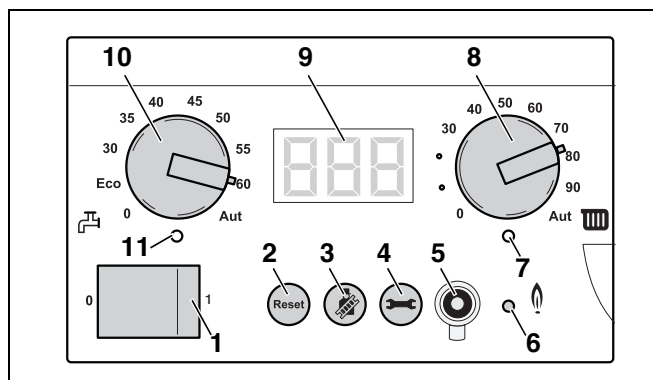

Рис. 55 Главный регулятор BC10
Пусковым выключателем (рис. 55, поз. 1) можно включать и выключать отопительный котел.
В случае неисправности может потребоваться повторный пуск отопительного котла с помощью кнопки "Сброс" (рис. 55, поз. 2).
С помощью кнопки "Трубочист" (рис. 55, поз. 3) можно установить на котле режим теста дымовых газов, сервисный и ручной режим.
В режиме "Трубочист", сервисном и ручном режиме действует максимальная температура воды в системе отопления, которая соответствует установке ручки управления "Максимальная температура воды в системе отопления" (рис. 55, поз. 8) на главном регуляторе BC10.
- Ограничьте максимальную температуру котловой воды с помощью ручки управления "максимальная температура котловой воды" (рис. 55, поз. 8) значением допустимой температуры подающей линии отопительного контура пола (обычно максимум 40 °C).
С помощью кнопки "Индикация состояния" (рис. 55, поз. 4) на дисплее могут быть отображены актуальные значения температуры котловой воды, давления установки и т.д. См. также таб. 18, „Индицируемые значения“, стр. 85“, таб. 19, „Индицируемые установки“, стр. 85 и таб. 20, „Индицируемые коды“, стр. 86.